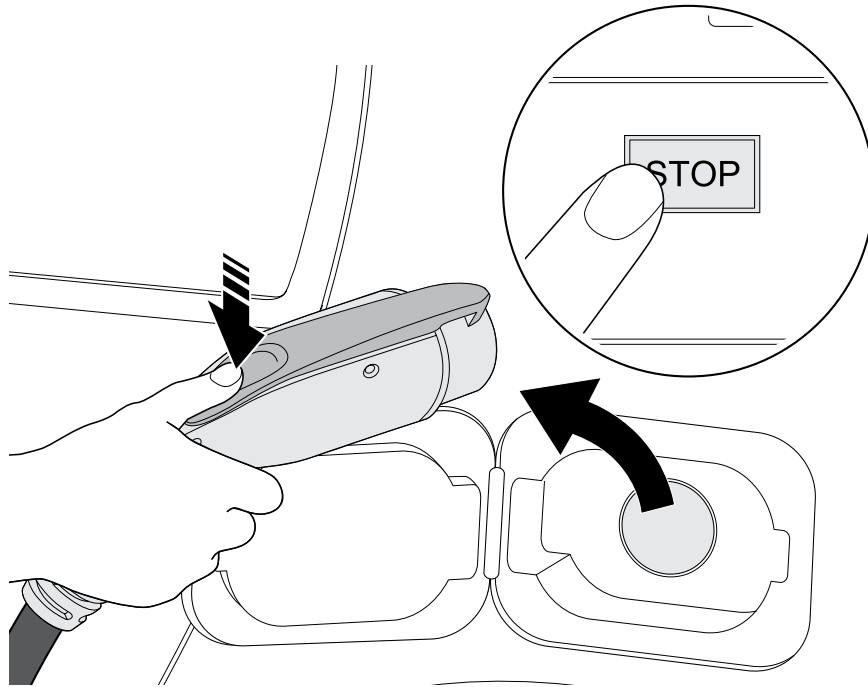

Figure 6-3. Arrêter la charge
3. Voir la Figure 6-3. Pour arrêter la charge avant qu'elle ne soit terminée, débranchez la fiche du véhicule électrique ou appuyez sur le bouton « Stop ». Retirez et rebranchez la fiche sur le véhicule électrique pour reprendre la charge.